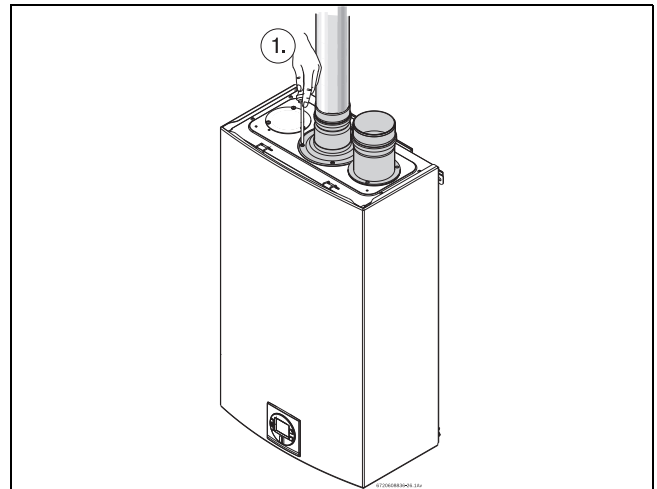

Fig. 20 Conexión de escape
- Fije el accesorio de escape de gases de combustión a la parte superior de la unidad fig. 20 (posición 1) usando los 4 tornillos y la junta suministrados, e inserte completamente el conducto de gases en el accesorio. Si utiliza una ventilación de 4", debe instalarse un aumentador de 3" a 4" justo después de este accesorio.